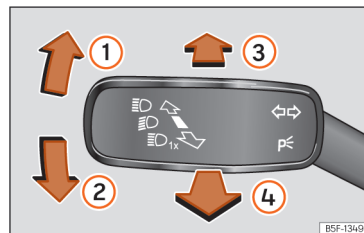

Abb. 84 Blinker- und Fernlichthebel.
- Drücken Sie den Blinker- und Fernlichthebel aus der Ausgangsstellung nach vorne »» [Abb. 84] ③.
- **ODER:** Ziehen Sie bei eingeschaltetem Fernlichtassistenten den Blinker- und Fernlichthebel nach hinten »» [Abb. 84] ④.